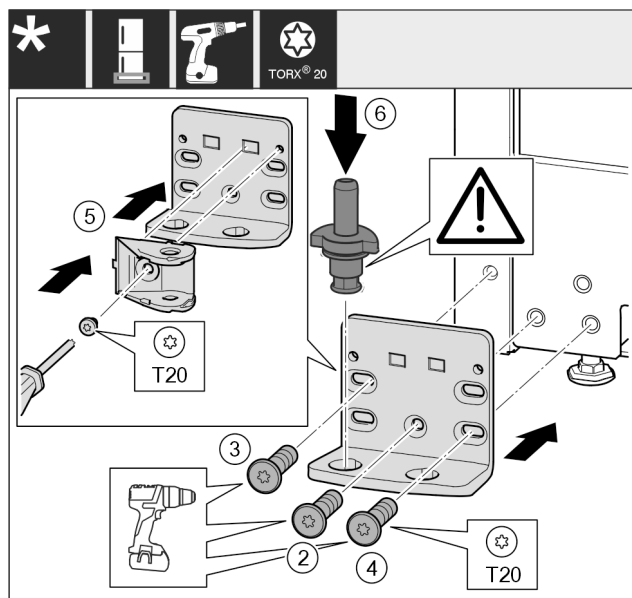

Fig. 21 *
- Applicare il blocco di supporto sull'altro lato e avvitare con l'aiuto di un cacciavite. Iniziare dalla vite Fig. 21 (2) in basso al centro.*
- Stringere la vite Fig. 21 (3) e la vite Fig. 21 (4).*